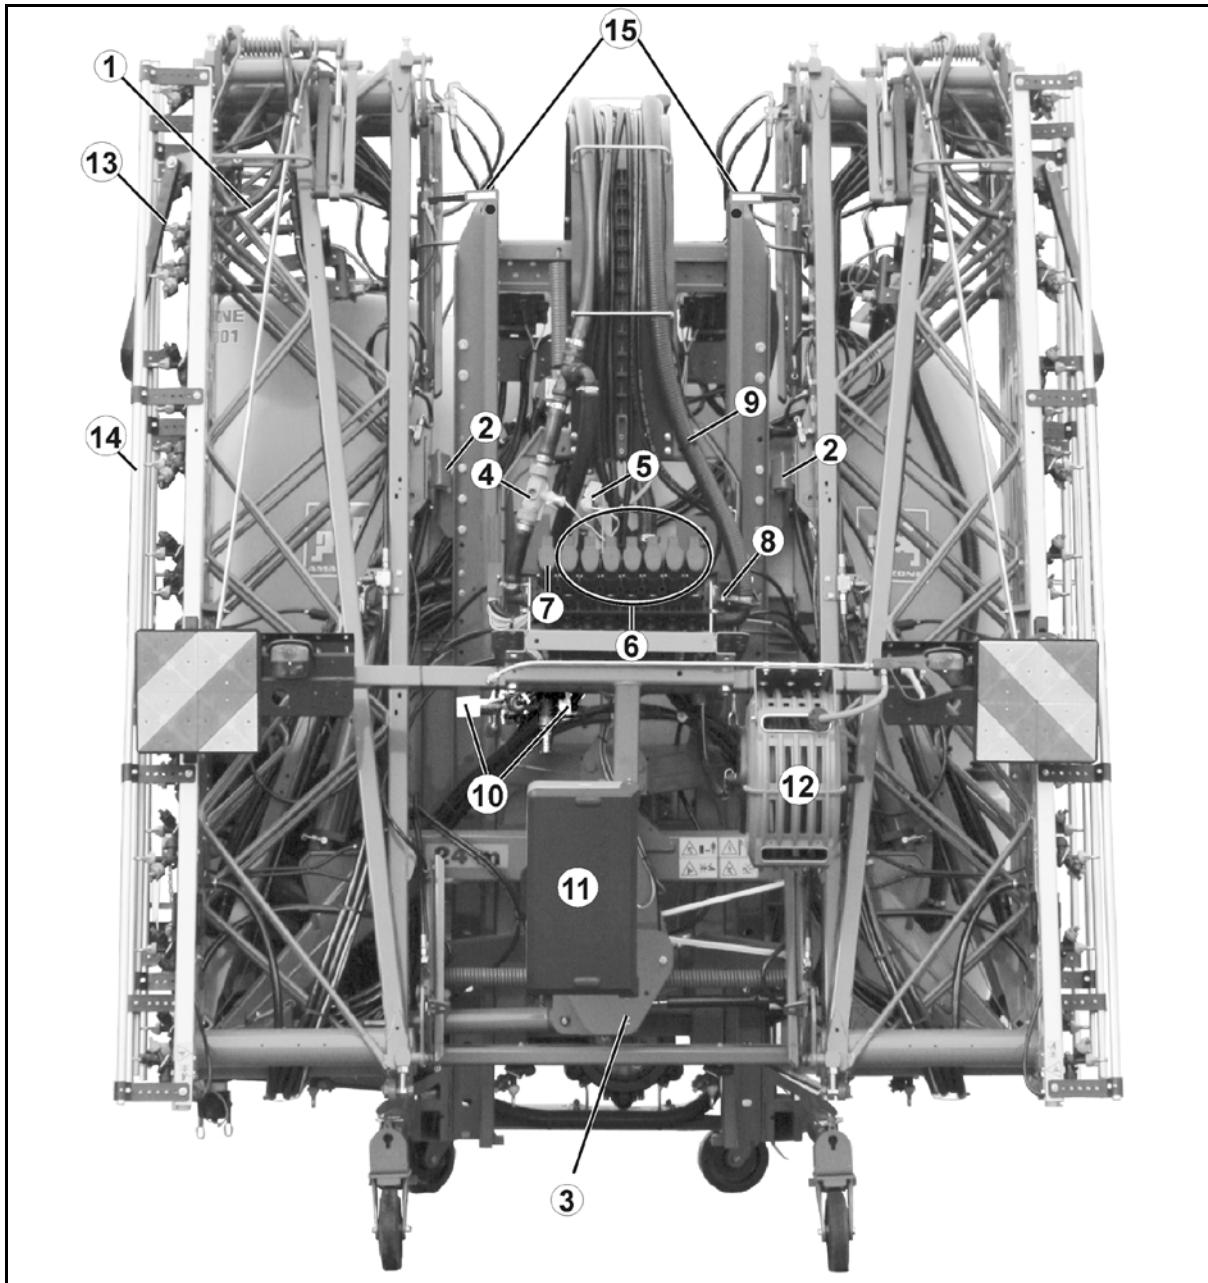

Рис. 80
4. После складывания проследите за тем за правильной блокировкой транспортировочного фиксатора (Рис. 80).